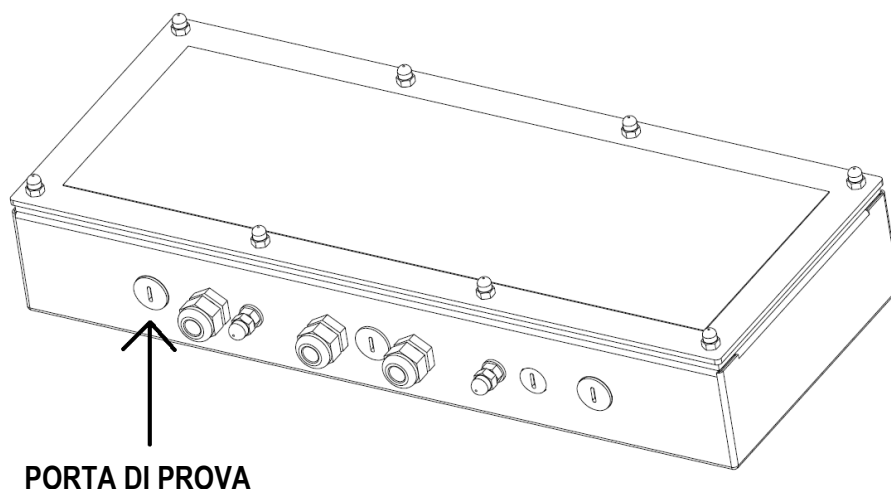

Figura 1
- Lo strumento è dotato della porta di prova per la verifica delle proprietà della respirazione limitata da effettuare dopo l'installazione e durante la manutenzione. (vedere figura 1)